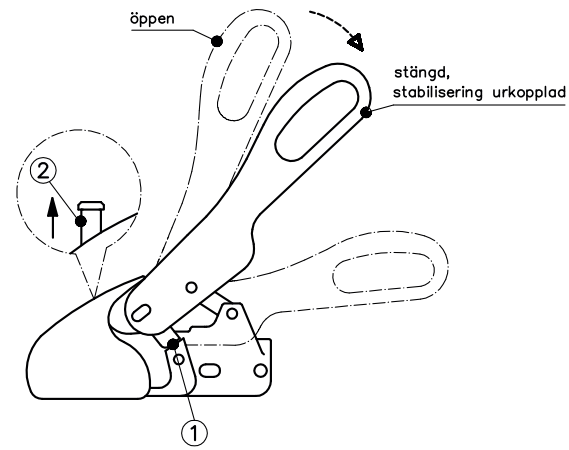

Bild 4 : Påkoppling
Använd handtagen på släpvagnen för rangering och inte WS 3000/3500's manöverspak. Den öppna kulkopplingen läggs på dragfordonets dragkula (bild 4). Genom kultrycket och en eventuell extra belastning av dragstången, låses kulkopplingen automatiskt och säkringsskenorna (1) på sidorna står parallellt med kopplingshusets säkringsytor (bild 4). Om dragkulan är i kopplingshuset syns kontrollindikeringens (2) gröna stift (bild 4).
Vid längre driftuppehåll bör släpvagnen parkeras med låst kulkoppling. Lyft för detta det öppna manöverhandtaget (bild 4) och dra samtidigt kulsålen (rörlig del – bild 8) framåt eller tryck in **SAFETY BALL** i kulsålen och stäng manöverspaken långsamt.